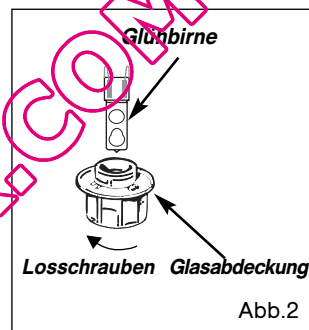

Abb.2
- Die Lampenabdeckung nach links drehen (Abb.2),